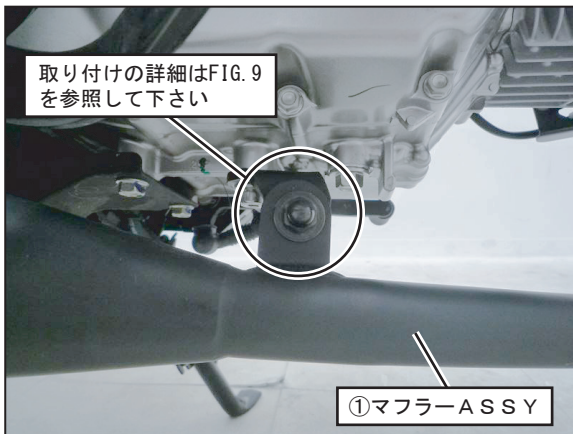

FIG. 8
7. ①マフラーASSY前側のステーを手順4で取り付けした②エキゾーストパイプステーに⑥六角ボルトM8×30(黒)、⑧平ワッシャM8×22(黒)、⑨平ワッシャM8×26(黒)、⑪袋ナットM8(黒)を使用して仮締めして下さい。(FIG. 8, 9参照)